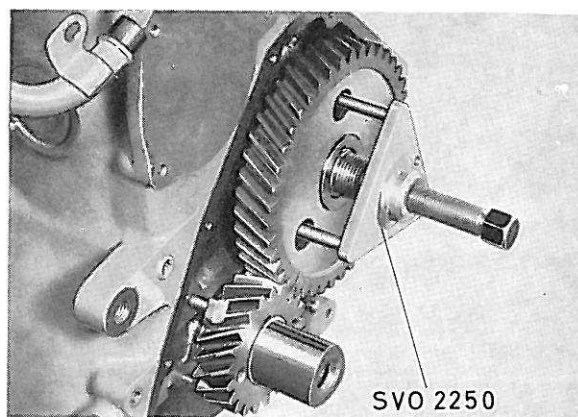

Figure 54. Démontage du pignon d'arbre à cames
6. Enlever l'écrou d'arbre à cames et extraire le pignon en se servant de l'extracteur 2250, figure 54.
5. Enlever l'écrou d'arbre à cames et déposer le pignon avec l'extracteur 2250, voir figure 54.